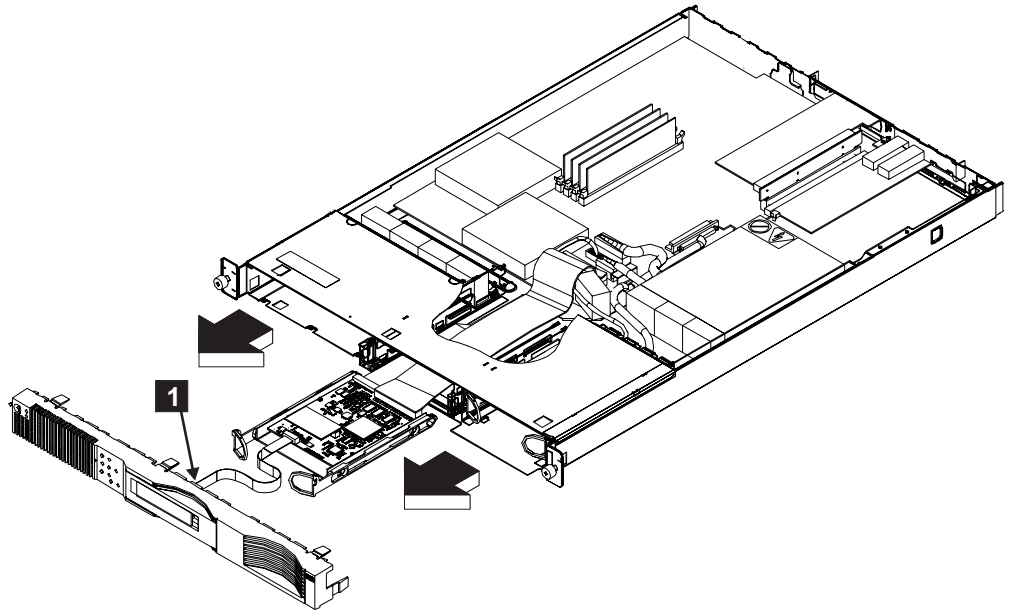

図 58. SAN ボリューム・コントローラー 2145-4F2 のフロント・パネルの取り外し
6. コネクター (図 58 の **1**) を取り外します。